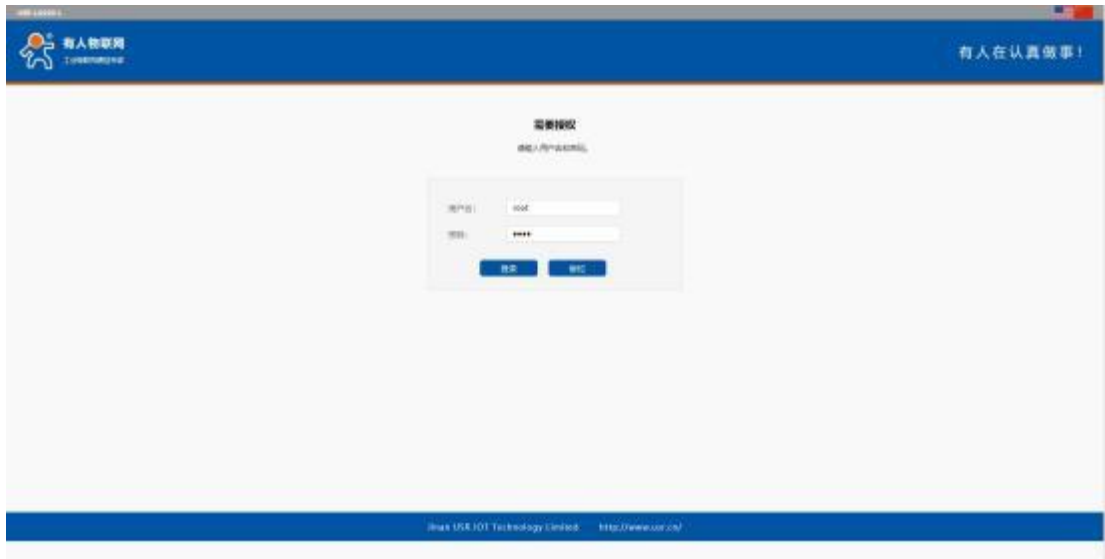
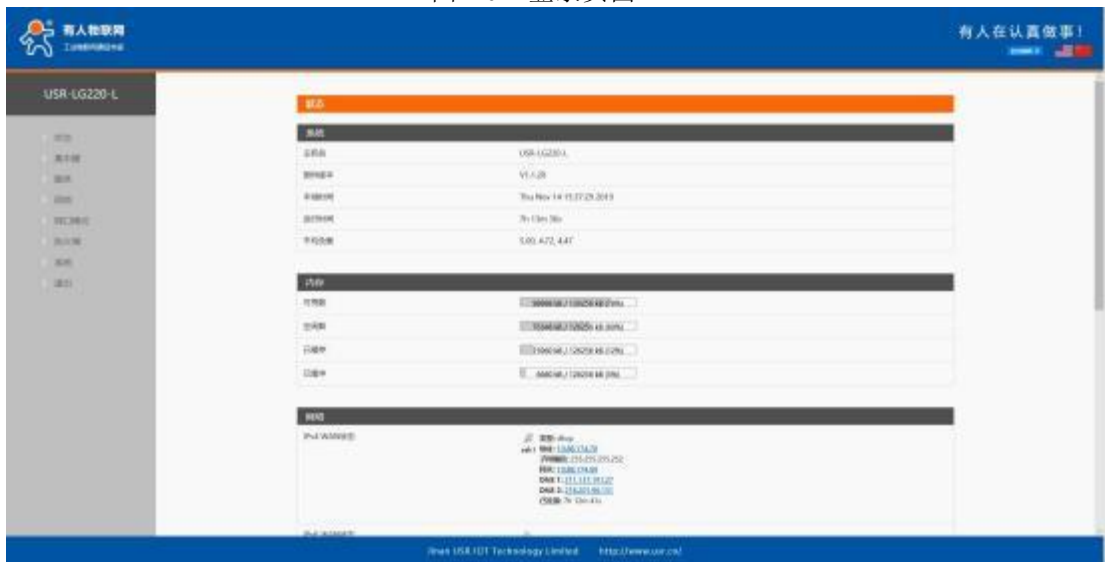

图 10 登录页面
图 11 LG220 设置页面
3. 使用电脑连接 LG220 的 Wifi，默认 Wifi 名称为 USR-LG220-L-MAC 后四位，默认密码为 www.usr.cn，连接 Wifi 后打开浏览器在地址栏输入 192.168.1.1 按下回车进入登陆界面（如图 10 所示），初始用户名及密码均为 root，输入用户名及密码后点击登录进入设置页面（如图 11 所示）。